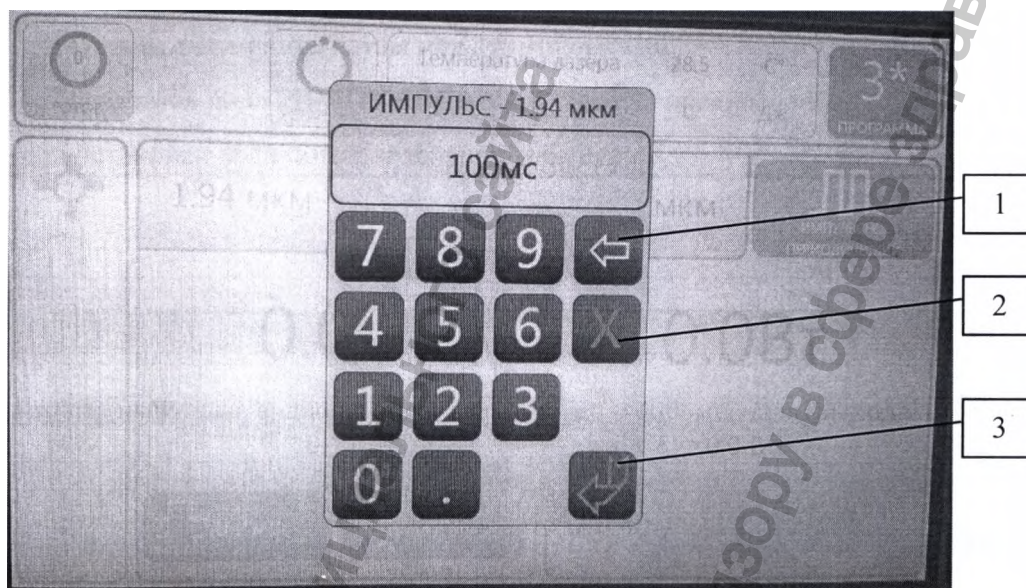

Рисунок 12
Касанием поля «ИМПУЛЬС» (см. 3 рис.11) вызывает меню установки длительности импульса (см. рис. 12). С помощью цифровой клавиатуры устанавливается значение длительности импульса в диапазоне от 0,2 мс до 1000 мс. Для выхода с сохранением касаемся поля (3) (см. рис.12), для выхода без сохранения – поля (2) (см. рис.12), для удаления ранее введённых данных – поля (1) (см. рис.12).